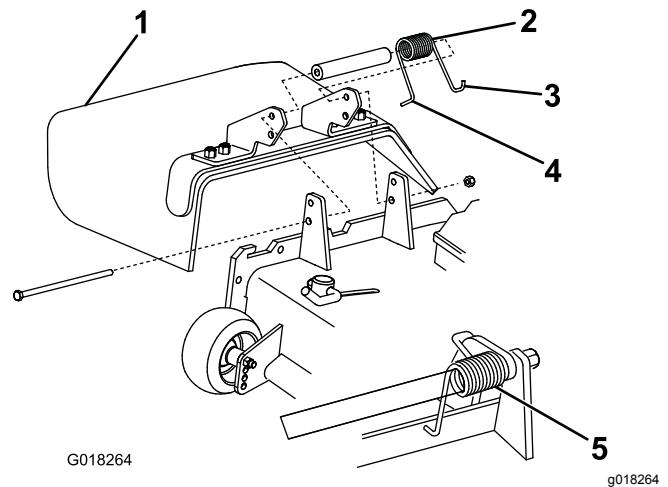

図 3
- スプリングの右側のJ-フックの端部をデフレクタに引っ掛ける図 3。